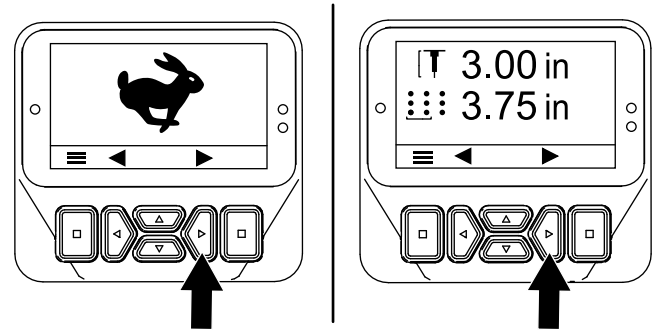
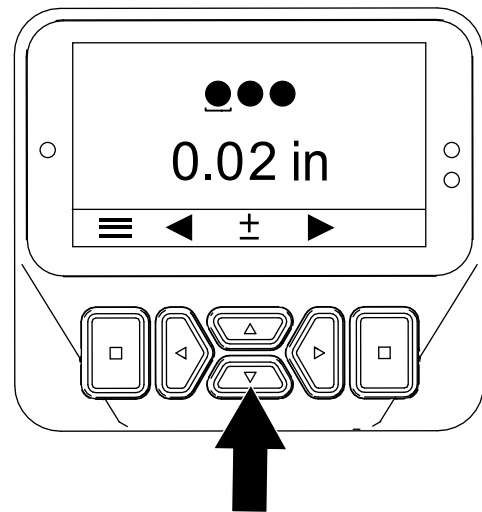

图 55
图 56
3. 按右侧按钮直至“设置打孔针直径”屏幕显示 图 55和 图 56。
4. 按照如下方式使用上下按钮 图 56调节打孔针直径